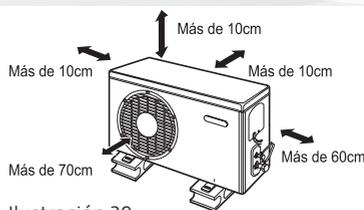

Ilustración 30
- Asegúrese que la separación en la parte posterior sea de más de 10 cm. y el del lado izquierdo sea de más de 10 cm. El frente de la unidad debe estar a más de 70 cm. de separación y el lado de la conexión (derecha) debe estar a más de 60 cm. de separación. (Ilustración 30)